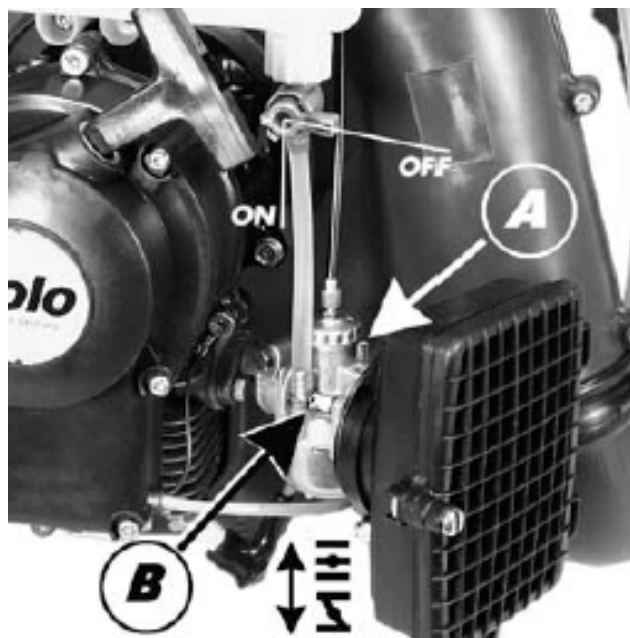

Рис.7
- Переведите выключатель в рабочее положение «I» и откройте топливный кран (ON). (Рис.7)
- С помощью рычага привода воздушной заслонки закройте воздушную заслонку.  (Рис.7)
- После первого кратковременного пуска двигателя, переведите рычаг привода воздушной заслонки обратно в исходную позицию («заслонка открыта») и продолжайте запуск.  (Рис.7)
- Оставьте воздушную заслонку открытой, включите выключатель в положение “start” и запустите двигатель.  (Рис.7)